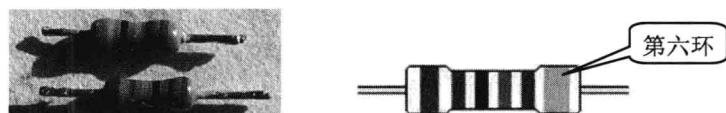

图 1-1 六环色环电阻
② 六环色环电阻。六环电阻的前 5 环和五环电阻一样，第 6 环是表示温度系数的大小，其中红表示±50ppm/℃，橙表示±15ppm/℃，黄表示±25ppm/℃，绿表示±20ppm/℃，蓝表示±10ppm/℃，紫表示±5ppm/℃，灰表示±1ppm/℃；ppm 是指温度漂移，所谓的 ppm 是英文 parts per million 的缩写，译意是每百万分中的一部分，即表示百万分之（几），或称百万分率。ppm 越小，电阻质量越高。六环色环电阻实物如图 1-1 所示。